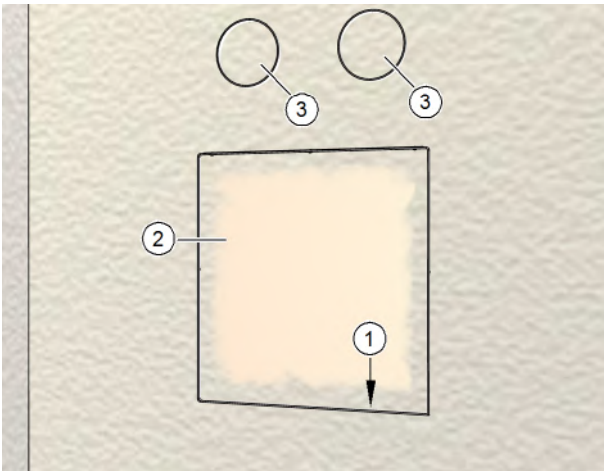

Abb. 32: Mauerkasten innen verputzt
- ▶ Ritzen Sie mit einem Messer den Putz an der Innenseite des Putzrahmens (Pos. 1 in Abb. 32) ein.
- ▶ Entfernen Sie vorsichtig den Putzschutzdeckel (Pos. 2 in Abb. 32) und den darunter liegenden Schutzdeckel.
- ▶ Ritzen Sie mit einem Messer den Putz innerhalb der Zu- und Abluftöffnungen (Pos. 3 in Abb. 32) ein und entfernen Sie das Klebeband mit dem Putz.